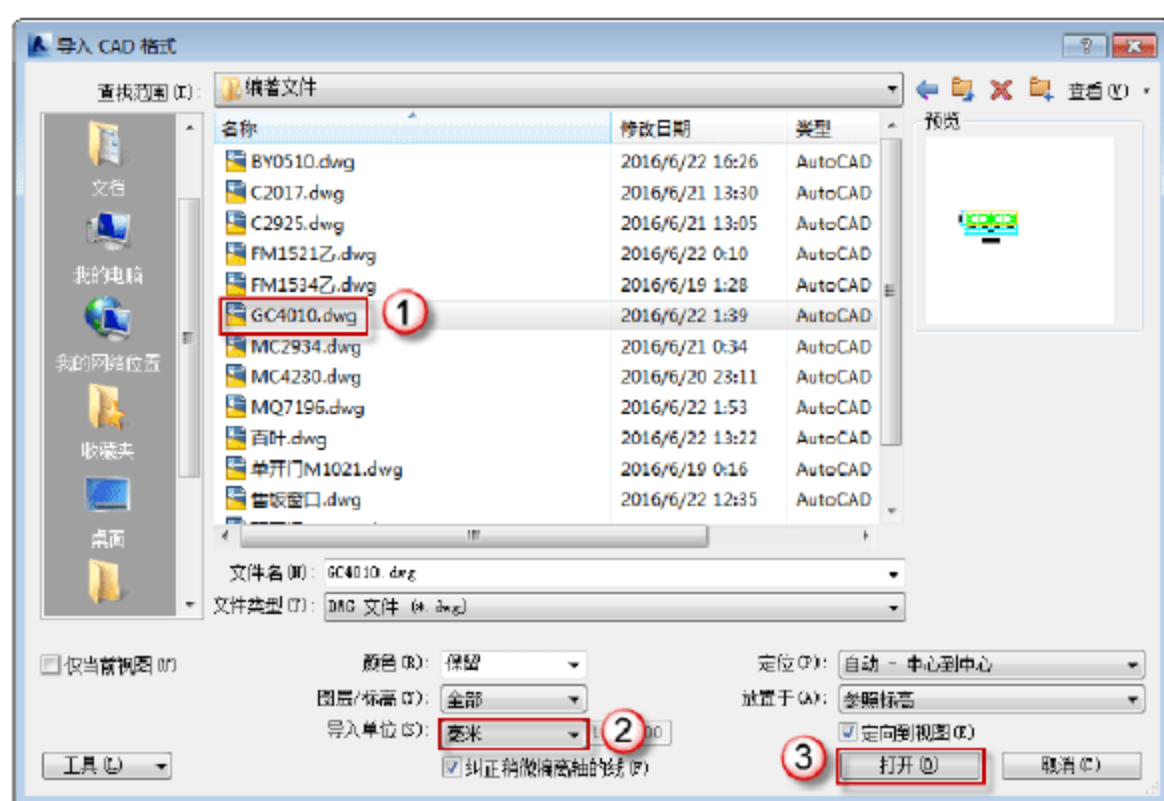

图 7.1.35 导入“GC4010.dwg”文件
(4) 导入 CAD 图形。选择“项目浏览器”中的“立面（立面 1）”→“外部”选项，可以进入 GC4010 的外部立面视图，选择“插入”→“导入 CAD”命令，弹出“导入 CAD 格式”对话框，选择“GC4010.dwg”文件，将“导入单位”改为“毫米”，单击“打开”按钮，如图 7.1.35 所示。调整 CAD 图形，选定导入的“GC4010.dwg”CAD 图形，按快捷